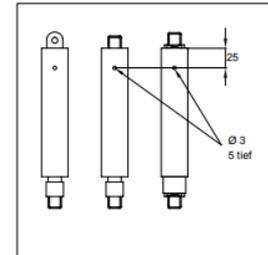

Bild 4 - Zugfeder
4) 拉伸弹簧：如图 4 所示，在距离气缸底座约 25 毫米处钻孔。上下移动活塞杆数次，即可将油从空气弹簧中抽出。如果钻孔后仍无法移动活塞杆，则从导向侧（相对侧）再钻一个约 30 毫米的孔。